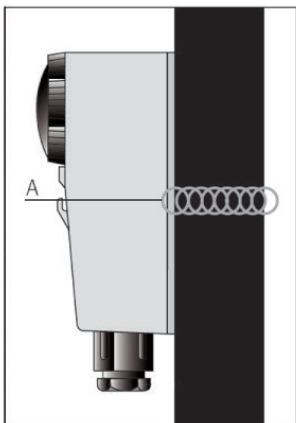

fig.4 - Abb.4 - εικ.4 - rys.4 - рис.4
B) Fixez l'aquastat sur le tuyau en utilisant le ressort métallique fourni. (fig.4)
B) Den Deckel vom Produkt abnehmen und zuvor den Einstellknopf (wenn vorhanden) und dann die darunter befindliche Schraube entfernen. Die Drähte der Anlage über die entsprechende Kabeleinführung leiten und die Anschlüsse an der Klemmleiste (Abb.4), wie im folgenden Abschnitt "elektrische Anschlüsse" angeben, vornehmen. Den Deckel wieder mittels der Schraube am Produkt befestigen und den Einstellknopf (wenn vorhanden) anbringen.